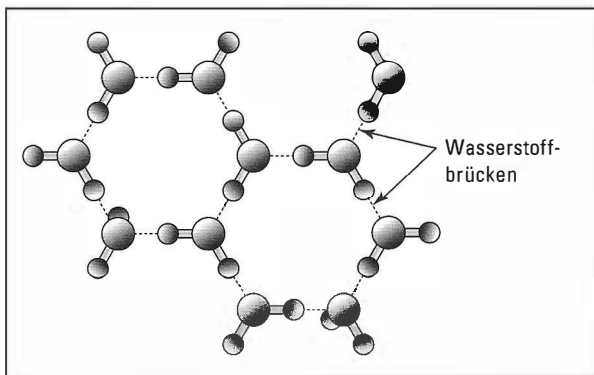

Abbildung 19.3: Die Struktur von Eis
- ✓ **Eis, also Wasser in seinem festen Zustand, schwimmt auf Wasser.** Eigentlich würde man denken, dass ein Feststoff eine höhere Dichte aufweist als derselbe Stoff in flüssiger Form, weil die Partikel in einem Feststoff dichter gepackt sind. Wenn Wasser gefriert, entsteht allerdings ein Kristallgitter mit großen Löchern, die durch die Wasserstoffbrücken entstehen. Dadurch ist die Dichte von Eis geringer als die von Wasser (siehe Abbildung 19.3).